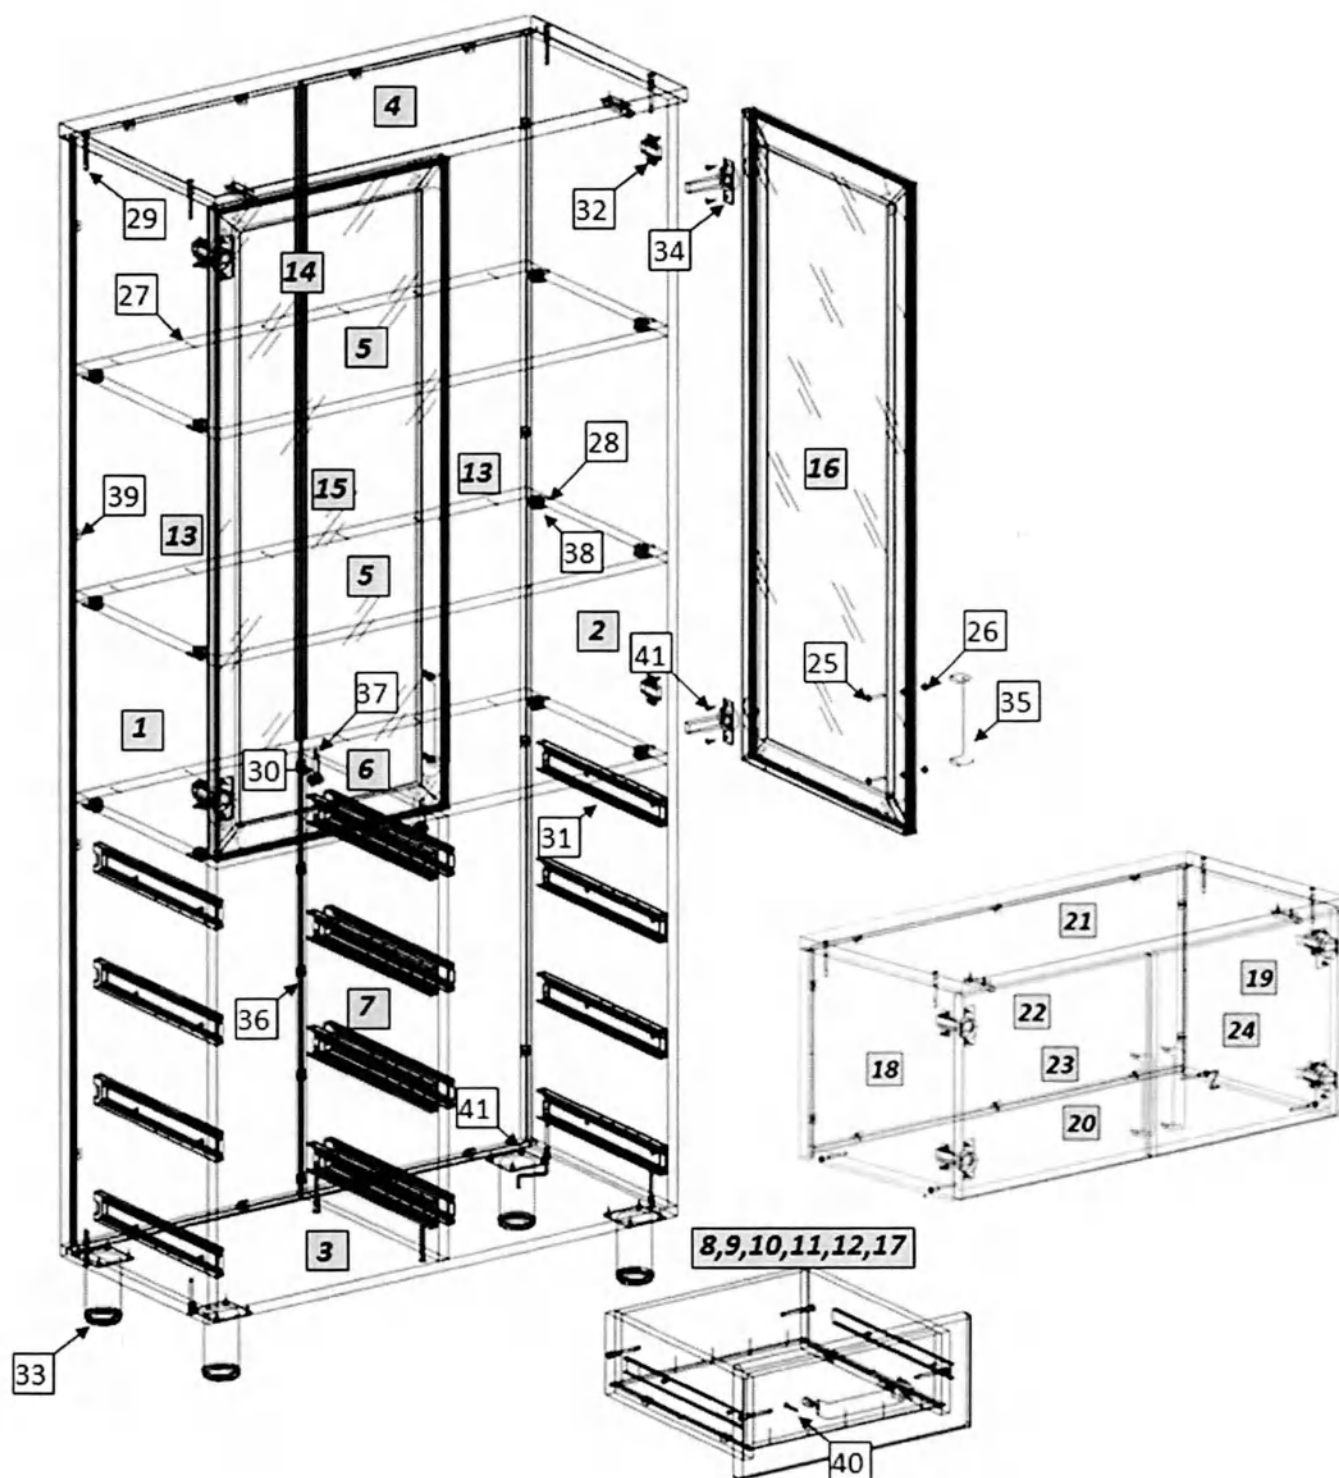

Рис.1
1. Внимательно ознакомьтесь со схемой сборки, изображённой на рис. 1, сверяясь со спецификацией на изделие. Согласно схеме и спецификации определите расположение деталей в изделии и порядок их сборки. Сборка производится на ровном полу, укрытом материалом, предотвращающим повреждение покрытия пола и деталей мебели. Подготовьте необходимые для сборки инструменты – плоскую и крестовую отвёртки, молоток, рулетку или линейку, шуруповёрт.
2. На боковых стенках (1,2,7) шурупами 4×16 (34) закрепите направляющие (24).
3. На боковых стенках (1,2) установите ввинчиваемые дюбели эксцентриковых стяжек (21); установите монтажные планки петель (25). На горизонтальных стенках (5,6) установите эксцентриковые стяжки (31) и штоки эксцентриковых стяжек (30). На средней стенке (7) установите цилиндрические части эксцентриковых стяжек (30).
4. Евровинтами (22) соедините боковые стенки (1,2) с горизонтальной нижней стенкой (3) и крышкой (4), установив в пазы задние стенки (13). Встык задней стенки устанавливается соединительный профиль (14). Среднюю стенку (7) соедините с горизонтальной нижней стенкой (3) евровинтами. Установите и закрепите горизонтальные стенки (5,6), гвоздями
(20) зафиксируйте к ним заднюю стенку. Закрепите задние стенки в пазах уголками (32). Для крепления задних стенок к средней стенке (7) используйте скрепки (29) с шурупами (34). На горизонтальной нижней стенке (3) шурупами (34) закрепите опоры (26).